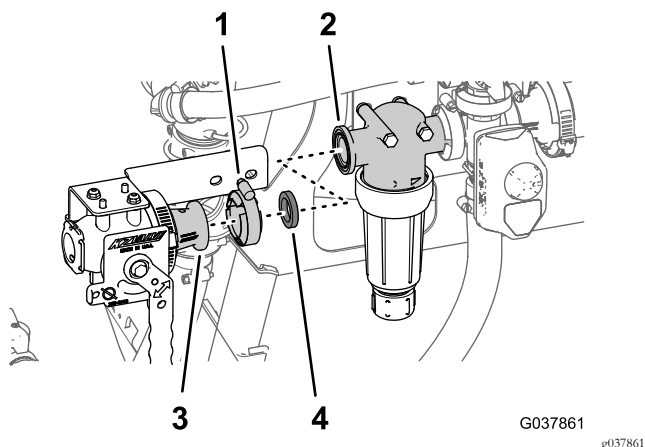

Figura 63
4. Allineate la flangia della valvola di intercettazione del nebulizzatore e la guarnizione - 25 x 35 mm (1 x 1-3/8 poll.) alla flangia della testa del filtro (Figura 63).
6. Montate la valvola di intercettazione del nebulizzatore sulla testa del filtro (Figura 63) con un morsetto flangiato - 40 - 64 mm (1-9/16 - 2-1/2 poll.).